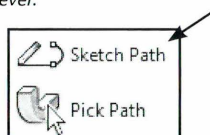

Fig. 08.88. **Sketch Path**.
- Klik **Sketch Path** (Fig. 08.88).